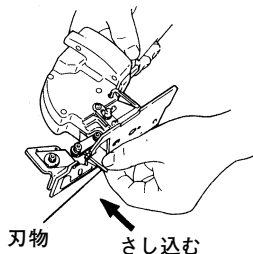

図 13
- (2) 刃物をロッド下方よりこの溝にさし込みます。(図13)